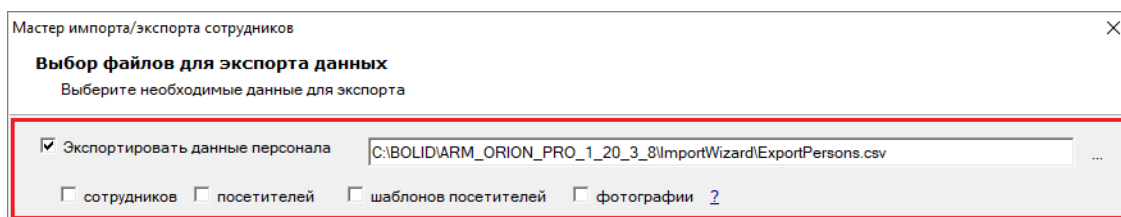

Рисунок 14-28 Выбор экспорта данных персонала
- **Экспортировать данные персонала** – установите флаг напротив этого параметра, чтобы выбрать для экспорта из БД данные персонала. После установки флага (см. Рисунок 14-28) станет доступно поле для определения адреса файла, в который будет осуществляться экспорт данных (по умолчанию – файл «ExportPersons.csv» в папке «ImportWizard», расположенной в каталоге с установленным АРМ «Орион Про»), а также появятся варианты уточненных видов объектов для экспорта: